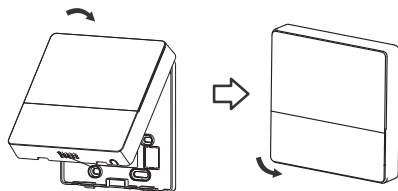

Fig. 3-13
- Después de ajustar la carcasa superior, abroche la carcasa superior; evite pellizcar el cableado durante la instalación. (Fig. 3-13)